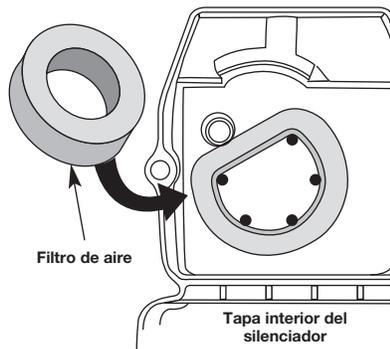

Fig. 36
2. Gire la tapa y ubique el filtro de aire adentro. Saque el filtro de aire de adentro de la tapa del filtro de aire / silenciador (Fig. 36).
6. Cambie el filtro de aire dentro de la tapa del filtro de aire / silenciador (Fig. 36).